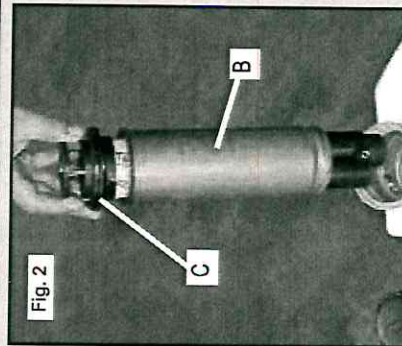

Fig. 2
- Colocar la rueda para que el tapón de nivel (Fig. 2 (A)) esté nivelado, como indicado.